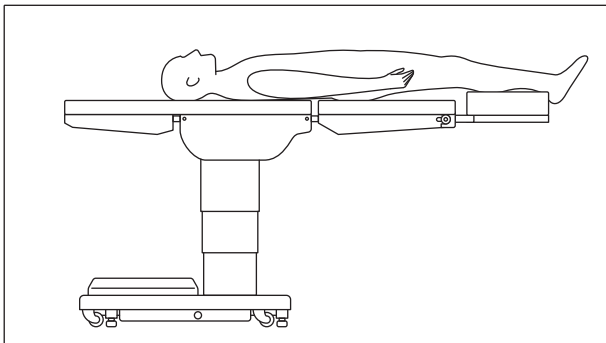
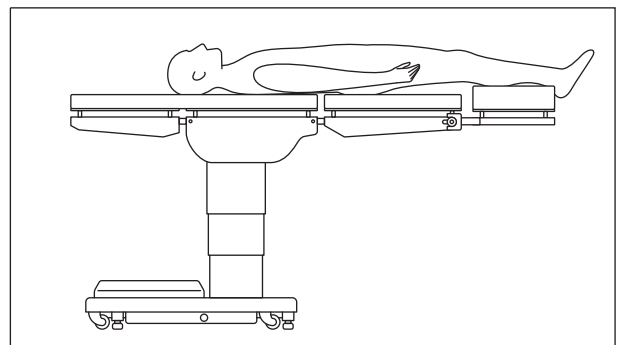

図 2-1
図 4-1
- 4-2 脚板サイドレールにレール固定金具①を取り付けます。
- 4-3 差込金具③をレール固定金具①に差し込み、固定ハンドル②で固定します。
- 4-4 ボード④にカセット格納枠⑤を取り付けます。
- 4-5 カセット格納枠⑤にマットレス⑥を取り付けます。
- ① 締結部の固定は必ず確認してください。ゆるんだ状態では器械が動いて、患者に障害が起きるおそれがあります。
- ① 手術台を作動するときは他のアクセサリーやテーブルトップとの接触・干渉に注意してください。
- ② 左右1組の膝受け兼脚板延長ボードで患者を支持してください。
- * ③ 患者の脚部を支持するポジション（【使用方法等】図2-1・図4-1）で使用するときは、取り付ける手術台の添付文書または取扱説明書を確認して、使用中は常に患者および機器の状態を監視してください。設定したポジションの状態によりは転倒するおそれがあります。